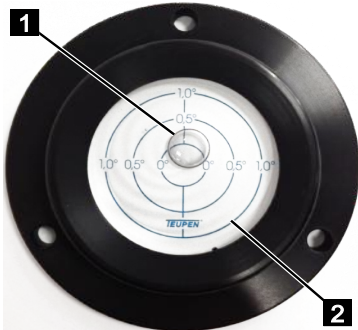

Fig. 81
6. Placer le châssis à l'horizontale en alignant les appuis au moyen du niveau (Fig.81). La bulle (Fig.81/1) du niveau doit se trouver dans le cercle 1° (Fig.81/2).